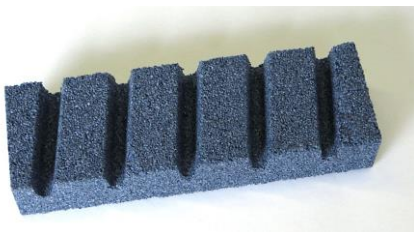

Abb. 9: Abritzstein
3. Abrichtstein (Abritzstein, Abrichtblock, vgl. Abb. 9), evtl. zusätzlich mit Schleifpulver